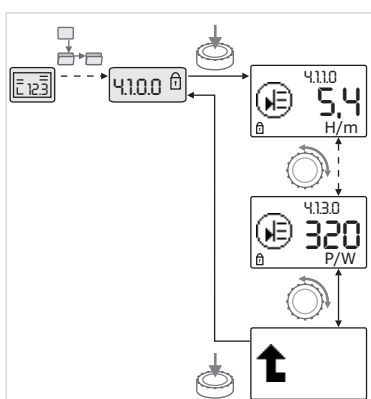

Fig. 39: Извикване на информация
- Чрез завъртане на бутона за управление управлявайте елементите на менюто от типа „Информация“ на актуалното подменю (виж Fig. 39). За пояснения относно настройките, представени със символи, виж таблицата в глава 8.7 „Справка за елементите на менюто“ на страница 44.